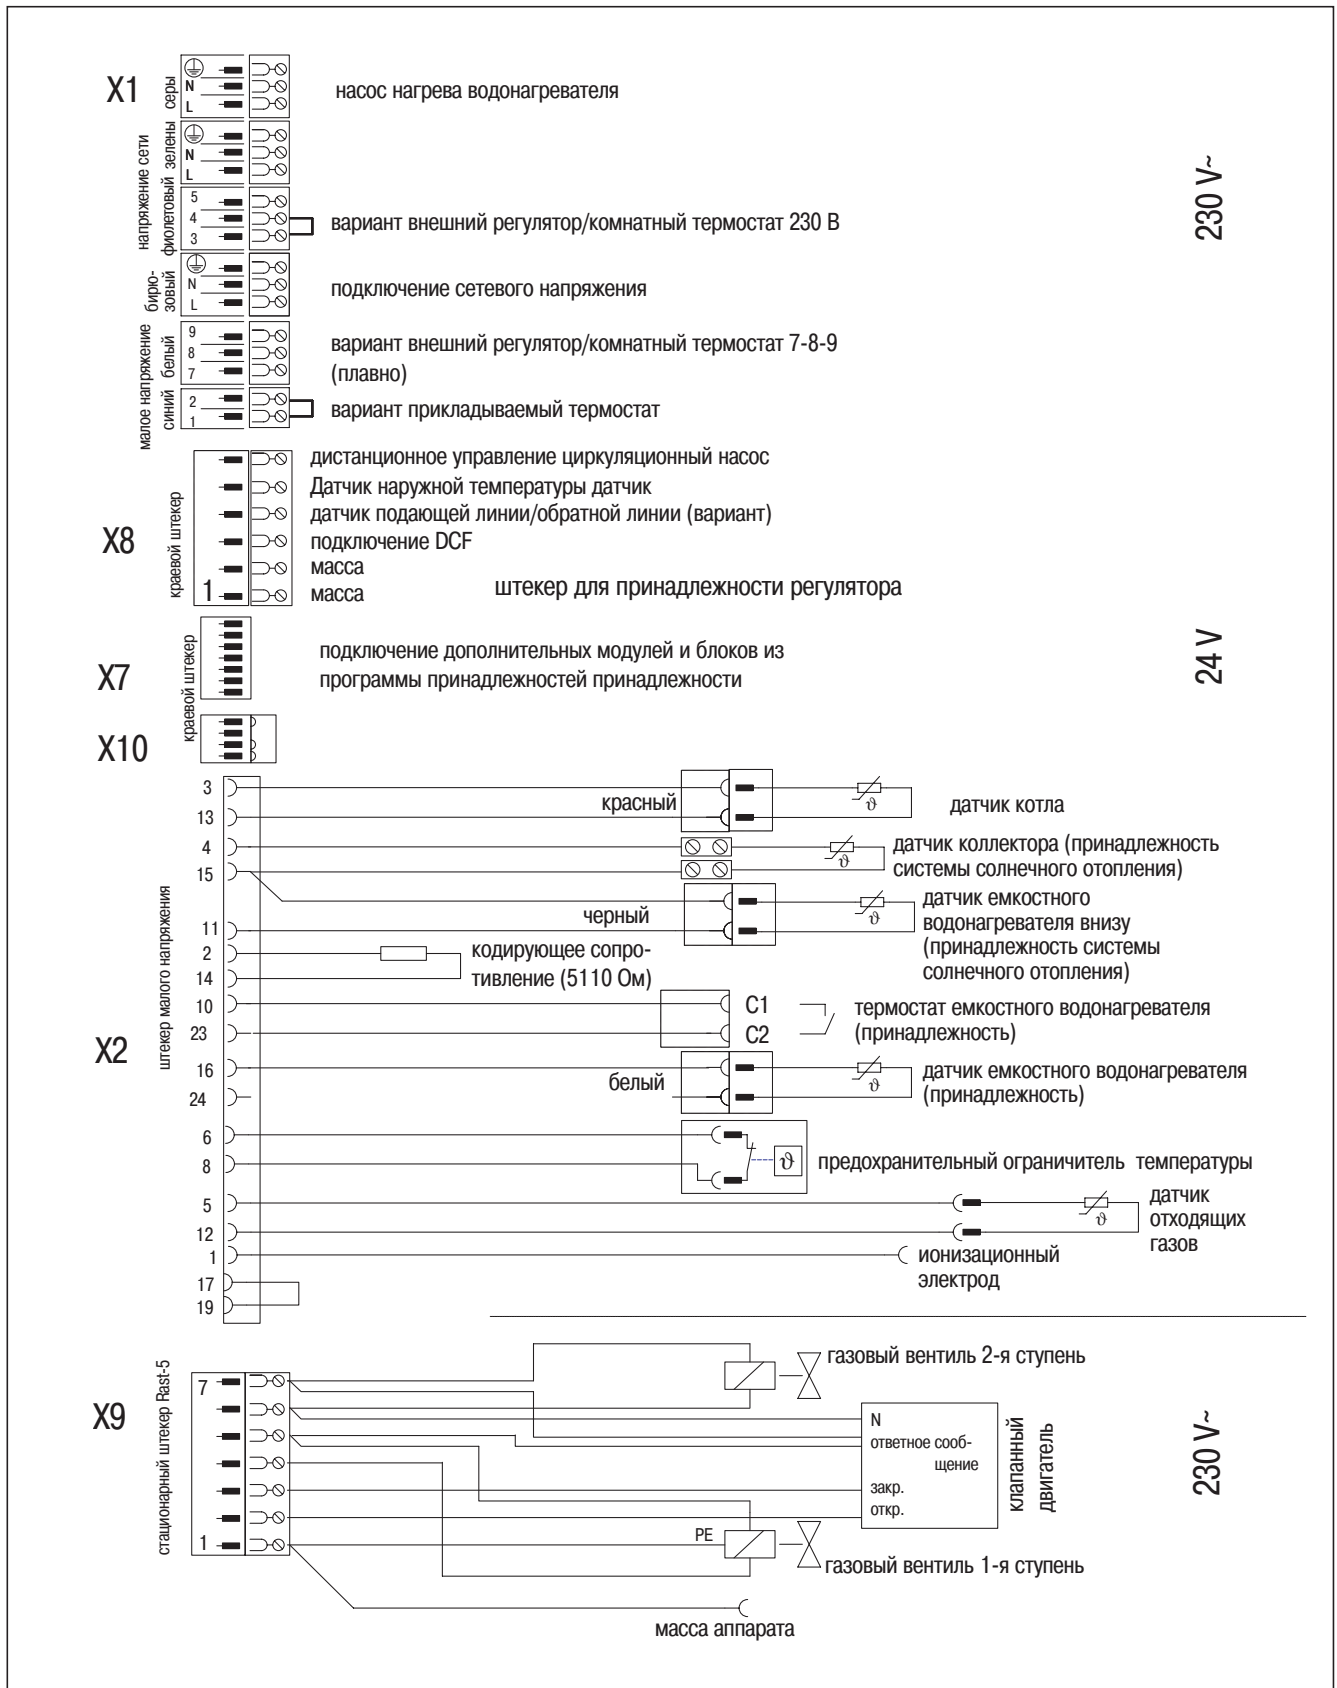

Рис. 4.6 Электрические соединения atmoVIT exclusiv
- Подключите беспотенциальные контакты предохранительного устройства по недостатку воды к штекеру "прикладываемый термостат" системы Pro E, а контакты дымовой заслонки (принадлежность) к дополнительному блоку (расположение клемм представлено на рис. 4.6).